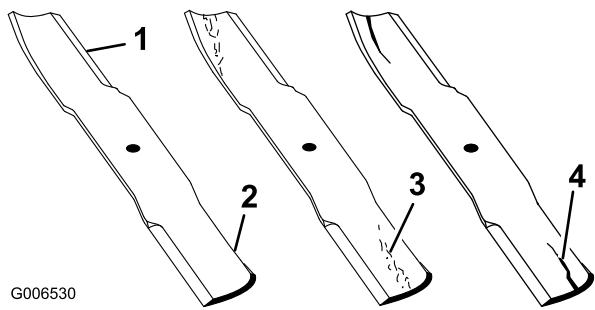

図 31
2. ブレードの切っ先を注意深く観察、特に、直線部と曲線部が交わる部分をよく観察する（図 31）。この、直線部と曲線部の交差域は、砂などによる磨耗が進みやすい部分なので、機械を使用するまえによく点検することが必要。磨耗が大きい場合には（図 31）危険であるから交換する；「ブレードの取り外し」を参照。
ブレードの磨耗を放置すると、ブレードのセール部と平坦部との間に割れ目が発生する(図 31)。この割れ目が拡大すると、最終的にはブレードがちぎれてハウジングの下から飛び出し、これがオペレータや周囲の人に重大な人身事故となる。